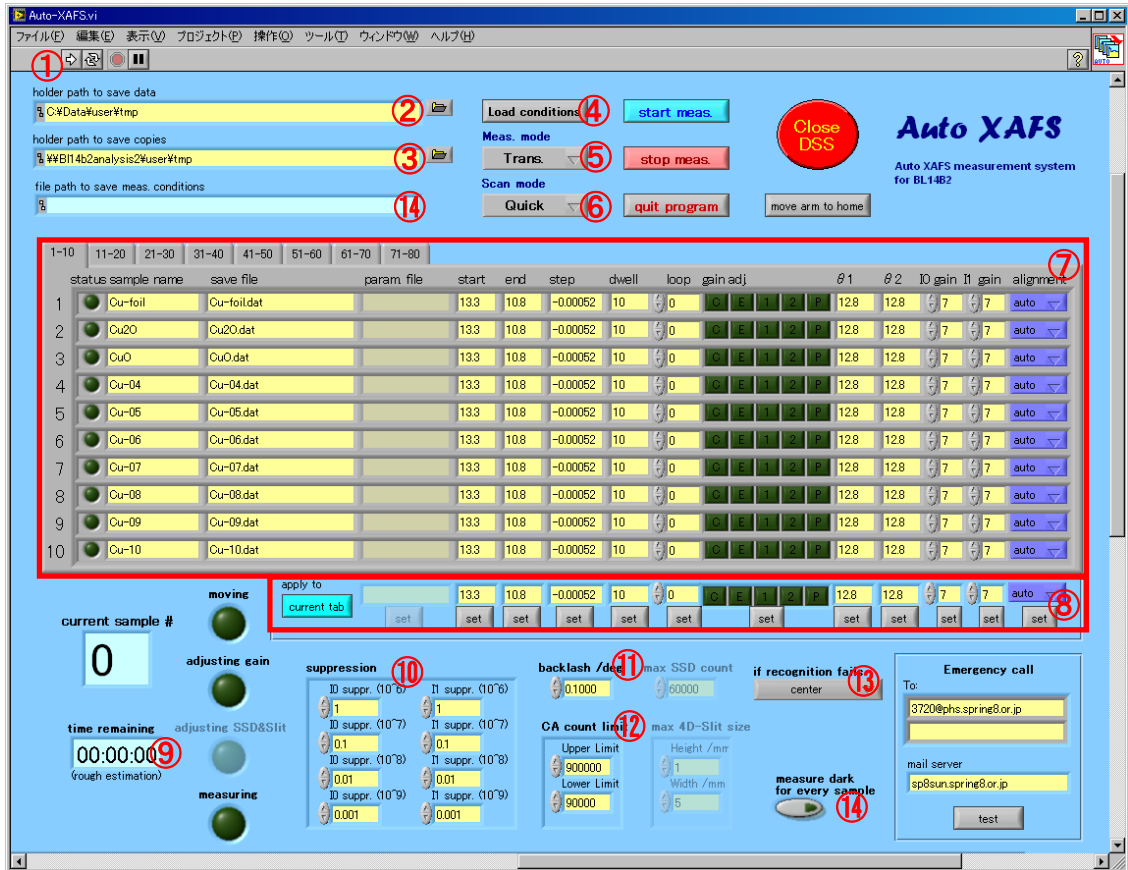

図 3. Auto-XAFS フロントパネル
- (イ) 実行ボタン (図 3-①) を押し, “Auto-XAFS”プログラムを起動する。
- (ウ) データ保存フォルダパス, データコピー保存フォルダパスを設定する (図 3-②, ③)。
- (エ) “Load conditions”ボタン (図 3-④) を押し, 図 3 のフォーマットで予め Excel で作成しておいた測定条件リストを読み込む。